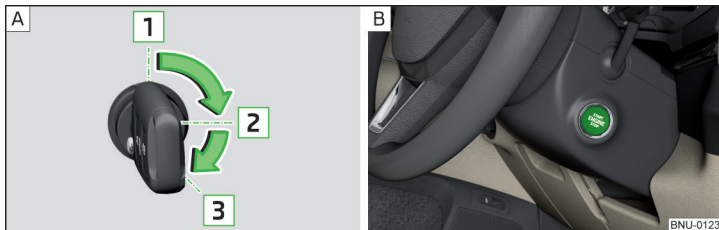

Fig. 244 Pozițiile cheii autovehiculului în butucul de contact/butonul de pornire
Pozițiile cheii autovehiculului în butucul de contact » fig. 244 - [A]
» Apăsăți butonul » fig. 244- [B], contactul se cuplează/decuplează.
- » La autovehiculele cu **butuc de contact**, rotiți cheia în poziția 3 » fig. 244 la pagina 208 - [A], are loc procedura de pornire. Apoi eliberați cheia, motorul pornește automat.
- » La autovehiculele cu **buton de pornire**, apăsați scurt butonul » fig. 244 la pagina 208 - [B], motorul pornește automat.
- » La autovehiculele cu **butuc de contact**, rotiți cheia în poziția 1 » fig. 244 la pagina 208 - [A].
- » La autovehiculele cu **buton de pornire**, apăsați butonul » fig. 244 la pagina 208 - [B], motorul este oprit simultan cu decuplarea contactului.
► Mențineți apăsat butonul » fig. 244 la pagina 208 -  sau apăsați-l de două ori în interval de 1 secundă.